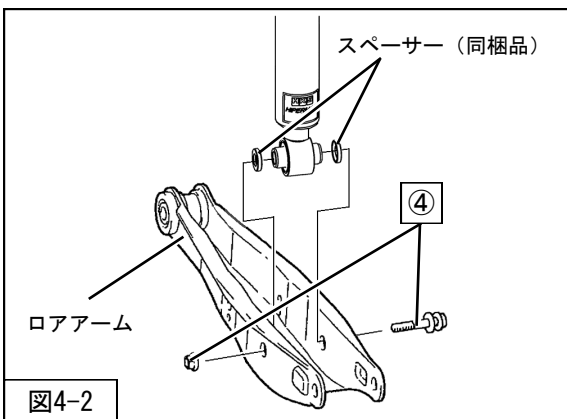
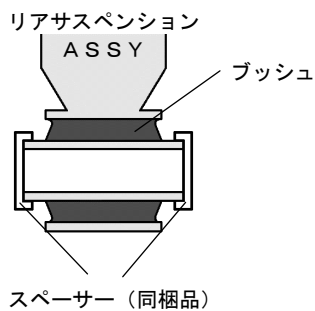
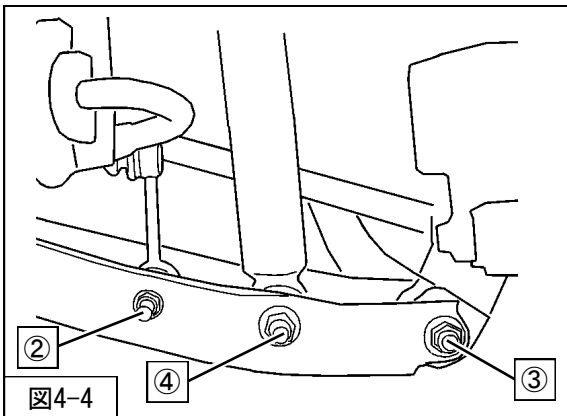

図4-2
図4-3
図4-4
2. スパースー（同梱品）をリアサスペンションASSY下側のブッシュ両端に取付け、④リアサスペンションASSYロア取付ナットを取付けてください。（図4-2・図4-3・図4-4）
3. ③ロアアーム取付ナット
②スタビライザリンク取付ナットを取付けてください。（図4-4）